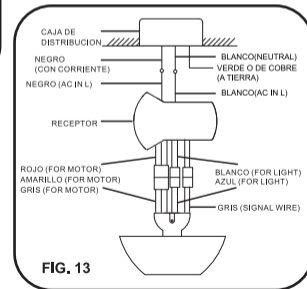

FIG. 13
Paso 3. Motor de cables del receptor conexiones eléctricas conectar las 4P - 4P para el motor / 2p - 2p para la luz / gris * gris para la señal desde el motor hasta el receptor. (Fig.13)